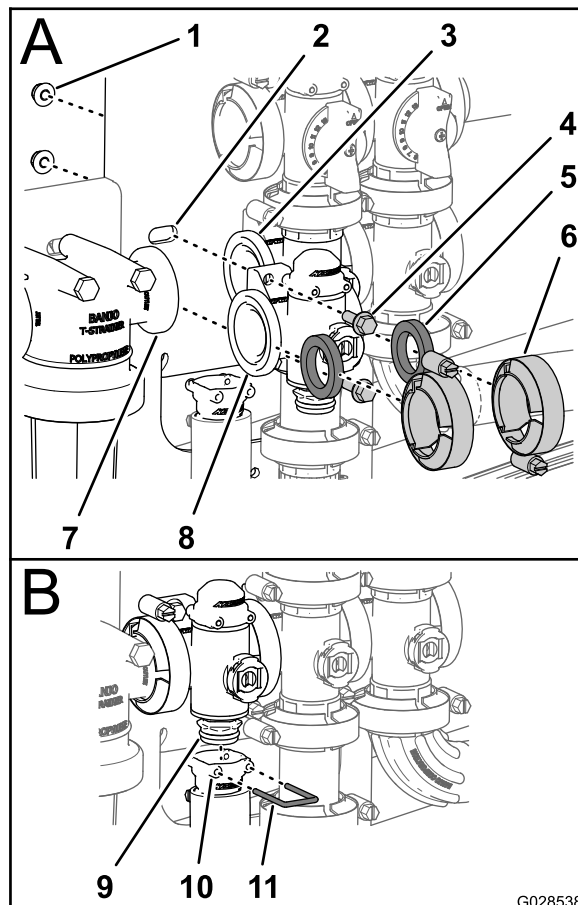

Figure 101
1. Placez joint entre les brides de du collecteur du régulateur de débit et de la tête du filtre sous pression (A de Figure 101).
2. Montez le collecteur du régulateur de débit, le joint et la tête du filtre sous pression avec un collier serré à la main (A de Figure 101).
3. Placez un joint entre les brides du régulateur de débit et du collecteur de la vanne d'agitation (A de Figure 101).
4. Montez le collecteur du régulateur de débit, le joint et le collecteur de la vanne d'agitation avec un collier serré à la main (A de Figure 101).
5. Montez le régulateur de débit sur le support à l'aide des 2 boulons à embase et des 2 contre-écrous (A de Figure 101) que vous avez retirés à l'opération 3 de Dépose du régulateur de débit de collecteur \(page 72\), et serrez l'écrou et le boulon à un couple de 1 017 à 1 243 N-cm.
6. Montez le raccord de sortie sur le raccord d'embout inférieur de la soupape de collecteur (B de Figure 101).
7. Fixez le raccord d'embout au raccord de sortie en insérant un étrier de fixation dans la douille du raccord de sortie (B de Figure 101).